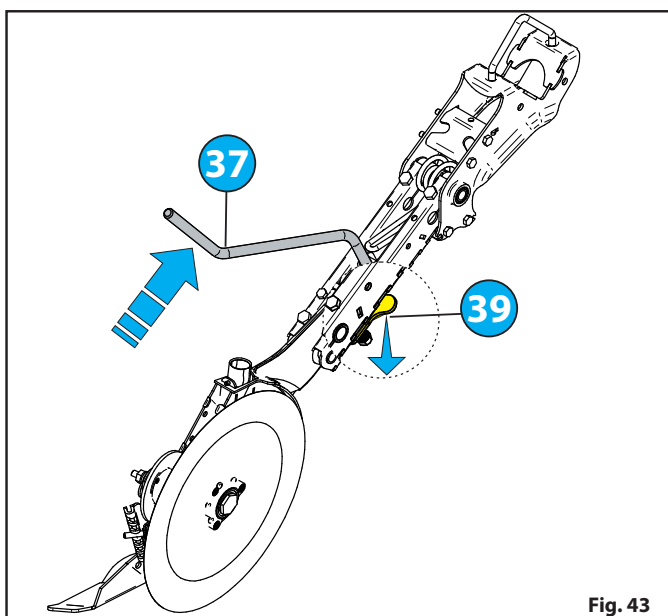

Fig. 43
- Popchnąć haczyk **39** w dół i jednocześnie popchnąć dźwignię **37** do góry, w taki sposób, aby odblokować pierścień **38** haczyka **39** "Fig. 43".